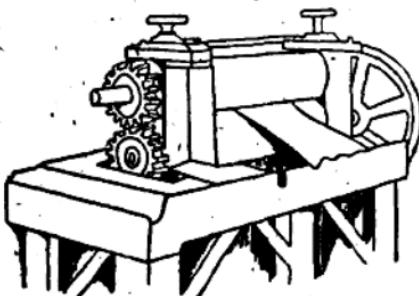
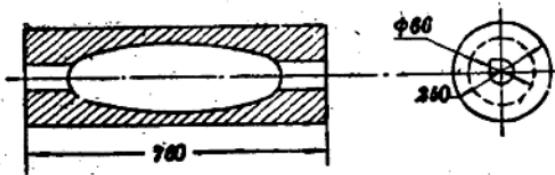
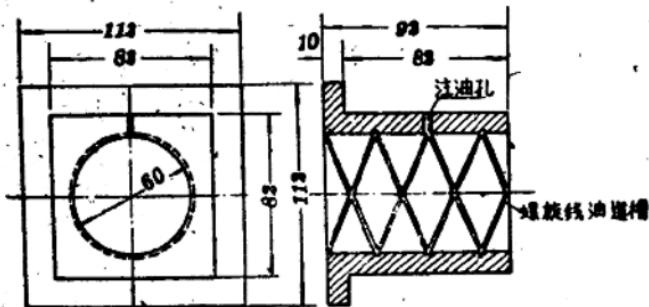

图 2-1 伸变机
图 2-2 压盖
图 2-4 轴瓦
1. 构造和工作原理：机器的外形如图2-1所示，碾压机构主要包括两个圆筒压滚(图2-2)，两个圆筒中心有轴(图2-2)，轴的两端各有黄铜制成的轴瓦(图2-4)。